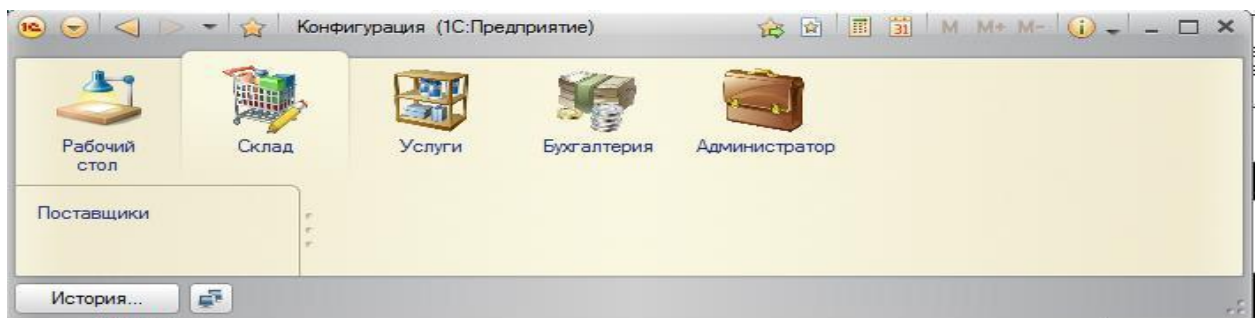

Рис. 21
■ на панели разделов откройте подсистему «Склад» и увидите на панели навигации наименование добавленного в подсистему «Склад» справочника «Поставщики» (рис. 21).
■ наименования - 25 символов; ■ добавьте в справочник табличную часть и назначьте ей имя *ТрудоваяДеятельность* (рис. 21);